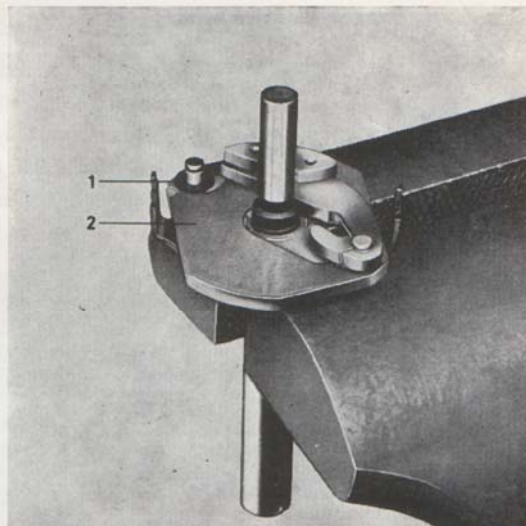

Bild 71. Medbringare med fiberbrickor.
3. Hålen i centrifugalregleringsvikterna får ej vara ovala eller på annat sätt deformerade. Fiberbrickorna, 1 bild 71, måste vara hela.
1. Placera resitexbrickan på fördelaraxeln samt ovanpå denna fiberbrickorna, se bild 71. Smörj och placera centrifugalregleringsvikterna på plats. Sätt på låsfjädrarna. Ang. smörjning se bild 74.